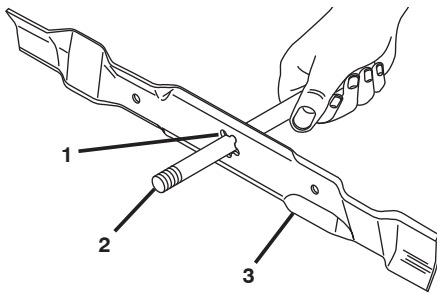

Figure 21
1. Glissez la lame sur la partie sans filetage du boulon ou la cheville en acier et gardez le boulon/la cheville dans une position parallèle avec la terre. Si la lame est équilibrée, elle doit rester horizontale. Si une extrémité de la lame se déplace vers le bas, aiguissez l'extrémité qui est trop lourde jusqu'à ce que la lame soit bien équilibrée (Figure 21).